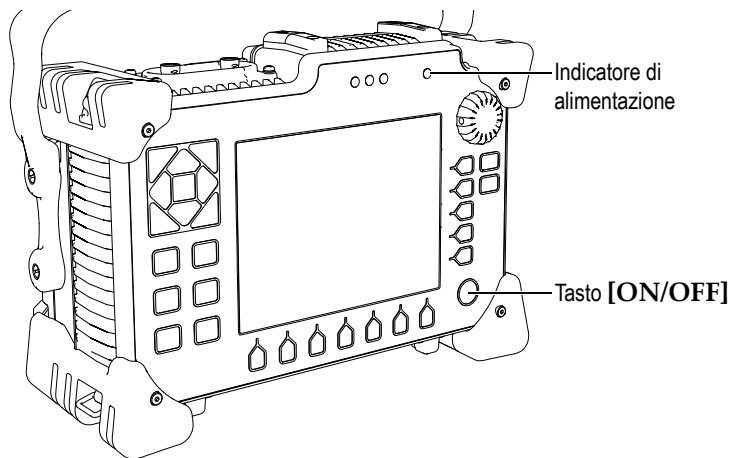

Figura 2-1 Posizione del tasto ON/OFF e dell'indicatore di alimentazione dell'EPOCH 1000
La Figura 2-1 alla pagina 40 illustra la posizione del tasto ON/OFF (avvio/spegnimento) e dell'indicatore di alimentazione.
4. Accendere l'EPOCH 1000 premendo il tasto di avvio ubicato nel pannello frontale (vedi Figura 2-1 alla pagina 40).
Si accende quindi l'indicatore di alimentazione posto sul pannello frontale (vedi Figura 2-1 alla pagina 40).